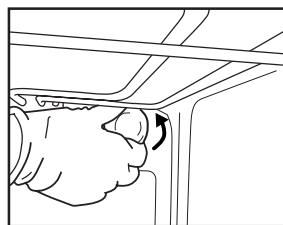
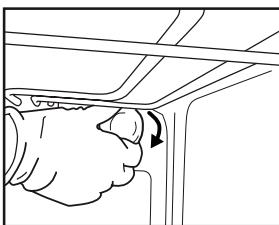

Fig. 6
Fig. 7
2. Desenrosque la tapa de la bombilla (Fig. 6), cambie la bombilla (consulte la nota sobre su tipo) y vuelva a atornillar la tapa (Fig. 7).